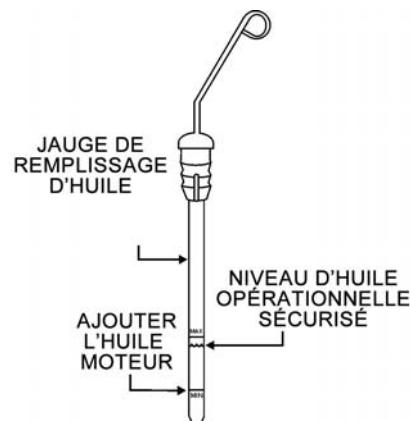

Figure 9. Niveau de jauge d'huile du moteur
3. Vérifier le niveau d'huile indiqué sur la jauge de niveau d'huile (Figure 9).